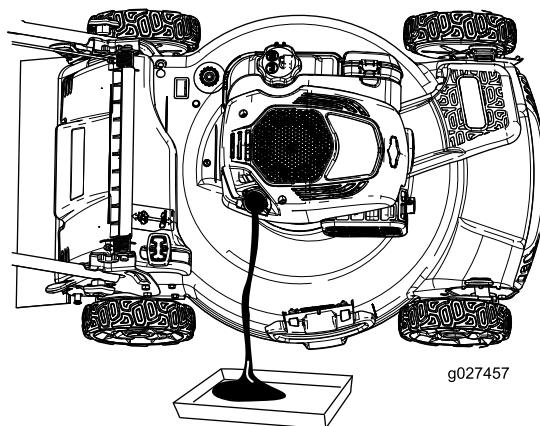

Figure 32
5. Inclinez la machine sur le côté (filtre à air en haut) pour vidanger l'huile usagée par le goulot de remplissage (Figure 32).